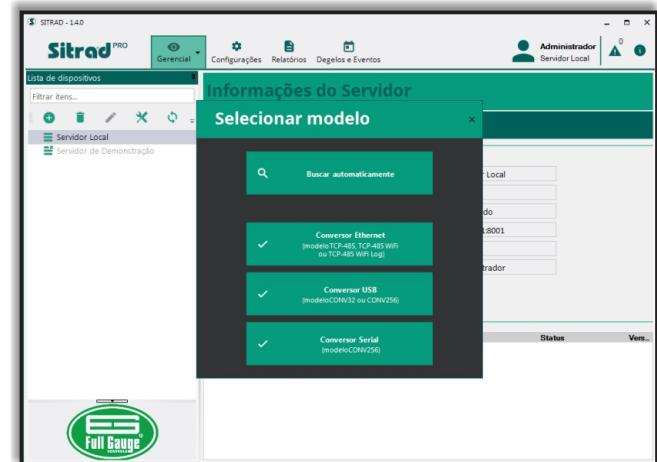

Figura 26
Passo 2: Na janela **Selecionar modelo** (Figura 26), selecione **Buscar automaticamente** e o software irá procurar na rede pelos conversores. Caso o conversor não esteja disponível no momento pode-se adicioná-lo manualmente clicando em **Conversor Ethernet**.